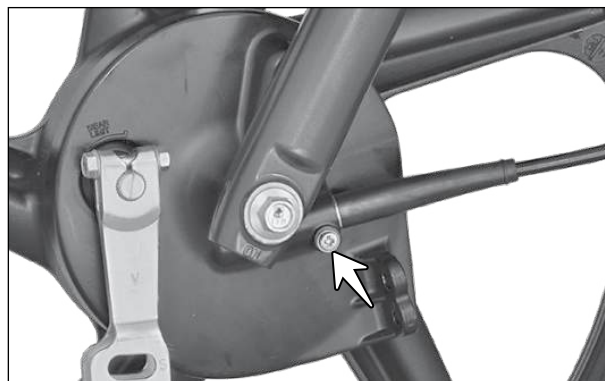

Fig. 6.3
- Remova o parafuso (M5x16) (seta), a arruela e remova o cabo do velocímetro. (Fig. 6.3)